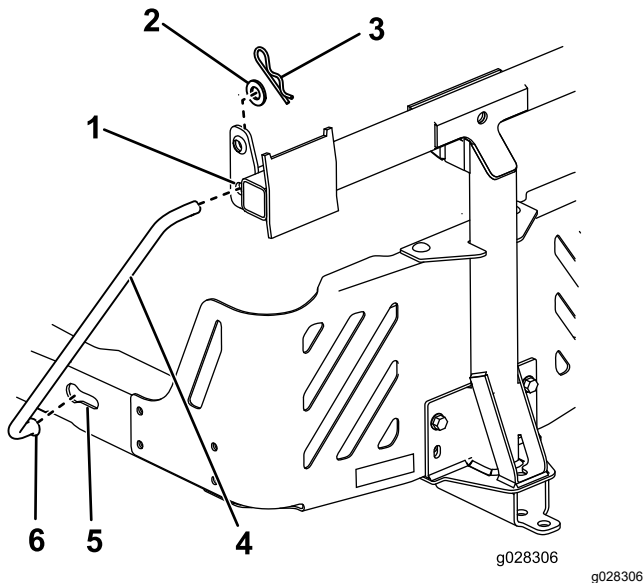

Bild 13
4. Setzen Sie das gebogene, flache Ende einer Stange in den verkeilten Schlitz an der linken Seite des Maschinenrahmens ein und bewegen die Stange nach hinten, damit sie im Rahmen sitzt (**Bild 13**).
5. Setzen Sie die gebogenen Enden der Stangen in die Anbaugeräthalterung ein, wie in **Bild 13** abgebildet, und befestigen Sie das Ende jeder Stange mit einer Scheibe und einem Splint.